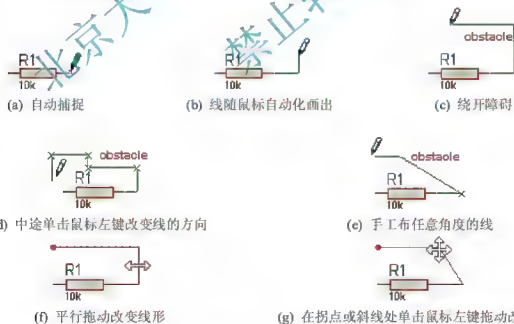

图 B-30 画线及其移动、改变形状
(1) 自动捕捉: 在自动捕捉有效的情况下，当光标靠近引脚末端或线时该处会自动感应出现一个“虚框”和“笔”，表示从此点可以单击画线，如图 B-30(a)所示。
(2) 自动布线: 在前一指针对落点和当前点之间会自动预画线，它可以是带直角的线，如图 B-30(b)所示。在引脚末端选定第一个画线点后，随指针移动自动有预画细线出现，当遇到障碍时，会自动绕开障碍，如图 B-30(c)所示。这正是智能绘图的表现。
(3) 手工调整线形: 要进行手工直角画线，直接在移动鼠标的过程中单击鼠标左键即可，如图 B-30(d)所示。若要手工任意角度画线，在移动鼠标的过程中按住 Ctrl 键，移动指针，预画线自动随指针呈任意角度，确定后单击鼠标左键即可，如图 B-30(e)所示。
(4) 移动画线、改变线形: 选中要改变的画线，指针靠近画线，出现捕捉标志“虚框”，按下鼠标左键，若出现双箭头，表示可沿垂直于该线的方向移动。此时拖动鼠标，就近的线会跟随移动，图 B-30(f)所示的为水平拖动；按住拐点或斜线上任意一点，会出现四箭头，表示可以任意角度拖动画线，如图 B-30(g)所示。